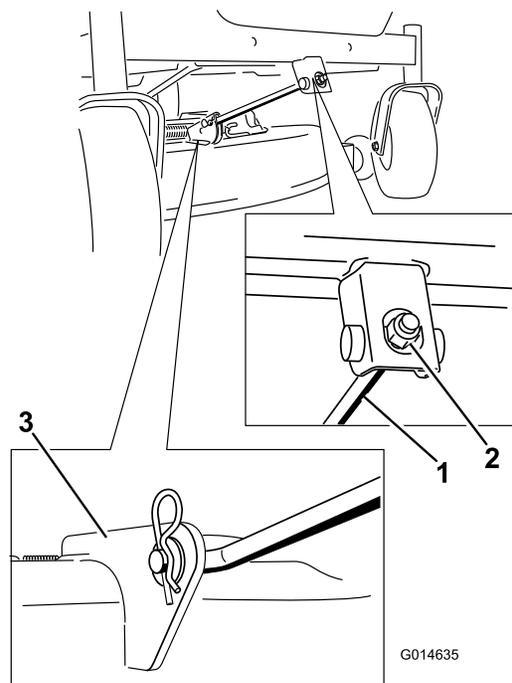

Figura 62
5. Retire la claveta de la varilla de soporte delantera y retire la varilla del soporte de la carcasa (Figura 62).
6. Conecte la varilla de soporte delantera a la carcasa del cortacésped con el pasador y la chaveta (Figura 62).